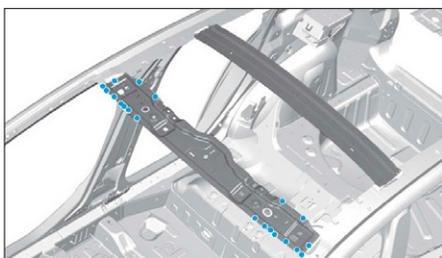

FIG. 150
- Souder par points électriques (Fig.150).